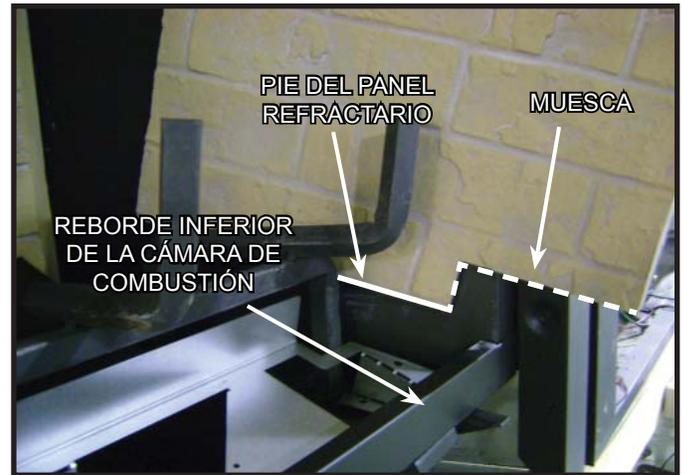
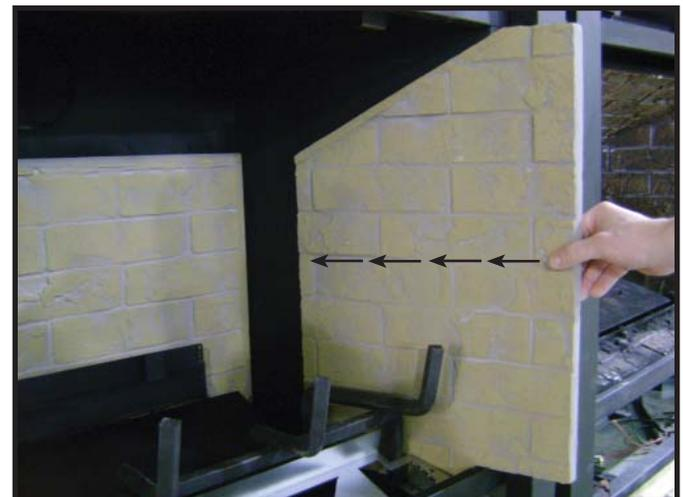

Figura 3
Figura 4
3. Coloque el panel refractario derecho contra la pared derecha de la cámara de combustión. Descanse la muesca rectangular del panel refractario derecho sobre el reborde inferior de la cámara de combustión. El pie del panel refractario debe descansar dentro de la cámara de combustión. Consulte Figura 3.
4. Deslice el panel refractario derecho completamente hacia adentro hasta que descansen contra el panel refractario trasero. Asegúrese de que el panel refractario derecho toque la pared derecha de la cámara de combustión completamente. Consulte la Figura 4.
**PRECAUCIÓN:** Los leños son frágiles, manipúlelos con cuidado. **Leño #1 (2166-701):** Identifique las lengüetas de ubicación que se encuentran en el protector del piloto (consulte la Figura 2). Identifique las ranuras en la parte inferior del leño n° 1 (consulte la Figura 3). Encaje las lengüetas del protector del piloto en las ranuras que se encuentran en la parte inferior del leño n° 1. Para instalar el leño n° 1 correctamente, éste debe descansar sobre el protector del piloto de forma nivelada y las lengüetas deben estar completamente encajadas (consulte la Figura 4).
La Figura 4 muestra las guías de ubicación que se encuentran en la parte superior del leño n° 1. Estas guías se deben encajar en los hoyos ubicados en la parte inferior de los leños n° 2 y n° 3 (consulte la Figura 5). Los leños n° 2 y n° 3 cuentan con surcos que facilitan la colocación correctamente de los mismos sobre la rejilla (consulte la Figura 5). Sostenga el leño n° 1 en posición vertical mientras instala el leño n° 2.
**PRECAUCIÓN:** Los leños son frágiles, manipúelos con cuidado. **Leño #1 (SRV2170-701):** Identifique las lengüetas de ubicación que se encuentran en el protector del piloto (consulte la Figura 2). Identifique las ranuras en la parte inferior del leño nº 1 (consulte la Figura 3). Encaje las lengüetas del protector del piloto en las ranuras que se encuentran en la parte inferior del leño nº 1. Para instalar el leño nº 1 correctamente, éste debe descansar sobre el protector del piloto de forma nivelada y las lengüetas deben estar completamente encajadas (consulte la Figura 4).
La Figura 4 muestra las guías de ubicación que se encuentran en la parte superior del leño nº 1. Estas guías se deben encajar en los hoyos ubicados en la parte inferior de los leños nº 2 y nº 3 (consulte la Figura 5). Los leños nº 2 y nº 3 cuentan con surcos que facilitan la colocación correctamente de los mismos sobre la rejilla (consulte la Figura 5). Sostenga el leño nº 1 en posición vertical mientras instala el leño nº 2.